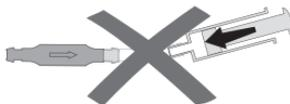

Bild 6: Undvik trycksättning
**Varning: Trycksättning med engångsspruta ska undvikas både i den proximala och den distala änden (bild 6).**